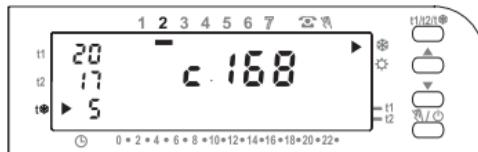

Fig. 25
- Press **OK** to confirm (fig. 25).
- Appuyer sur la touche **OK** pour confirmer (fig. 25).
- Zur Bestätigung drücken Sie die Taste **OK** (Abb. 25).
- Premere il tasto **OK** per confermare (fig. 25).
- Presionar **OK** para confirmar (fig. 25).